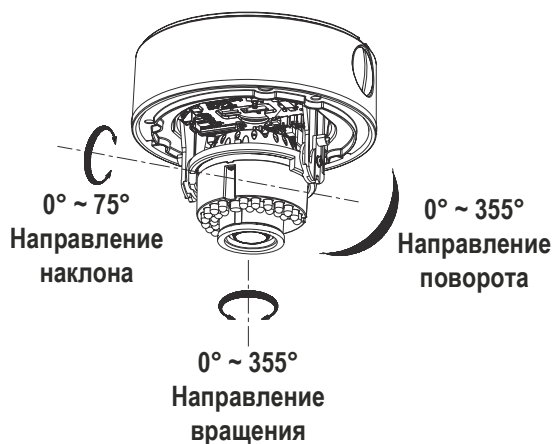

Рис. 2.4. Регулировка угла обзора
7. Подстройте угол обзора видеокамеры, чтобы получить оптимальное изображение, как показано на Рис. 2.4.
6. Подстройте угол обзора видеокамеры, чтобы получить оптимальное изображение, как показано на Рис. 2.4.